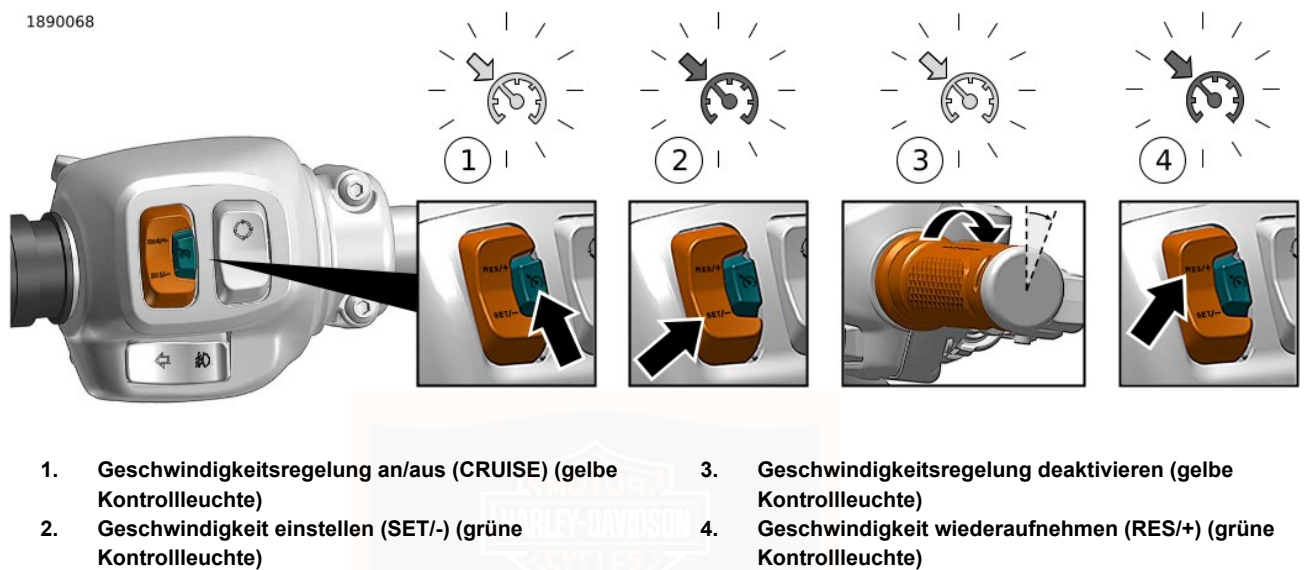

Abbildung 36. Geschwindigkeitsregelung (typisch)
Siehe Abbildung 36. Den Geschwindigkeitsregelungsschalter drücken, um die Geschwindigkeitsregelung (1) einzuschalten. Im eingeschalteten Zustand leuchtet das Symbol für die Geschwindigkeitsregelung in der Tachometer-Oberfläche gelb.
Siehe Abbildung 36. Wenn das Motorrad die gewünschte Geschwindigkeit erreicht hat, den Schalter „SET/-“ drücken, um die Reisegeschwindigkeit (2) einzustellen. Die Farbe des Geschwindigkeitsregelungssymbols wechselt von Gelb auf Grün.
Siehe Abbildung 36. Um die Reisegeschwindigkeit zu verlassen, den Gasgriff über den Abrollschalter (3) in die geschlossene Stellung drehen.
Siehe Abbildung 36. Wenn die Geschwindigkeitsregelung deaktiviert wurde, die Geschwindigkeitsregelungs-Kontrollleuchte jedoch orange leuchtet, wird durch Drücken des Schalters „RES/+“, die Geschwindigkeitsregelung (4) wiederaufgenommen. Das Symbol leuchtet grün. Das Motorrad nimmt automatisch die zuvor eingestellte Reisegeschwindigkeit wieder auf.